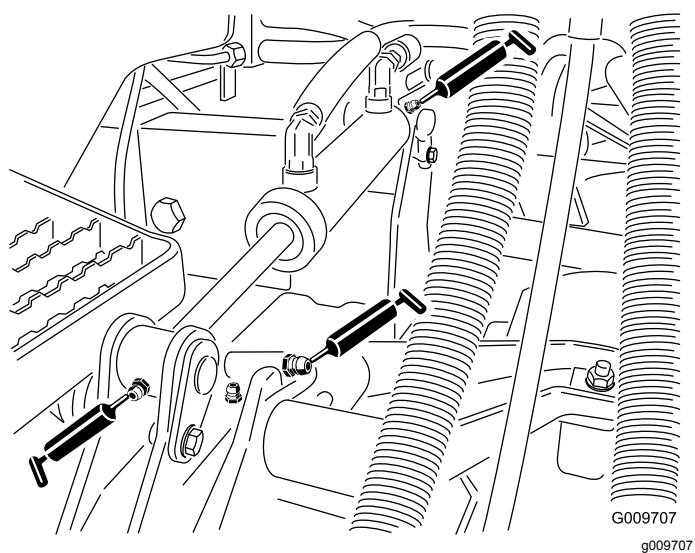

Figure 24
- Bagues de vérin de relevage (2 par plateau) (Figure 24).